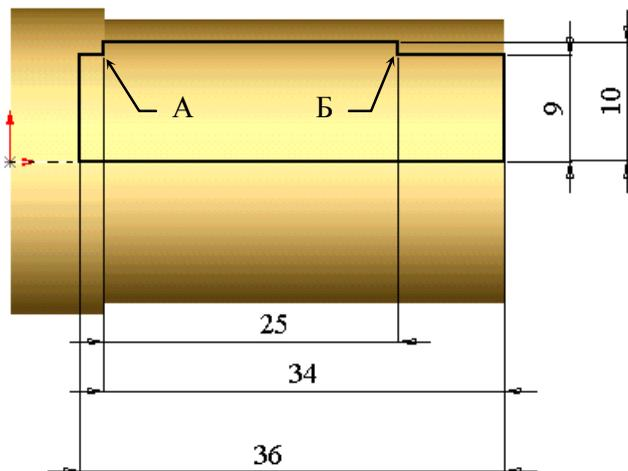

Рис. 3.3
4. Используя инструменты  ,  и  , изобразить замкнутый контур (рис. 3.3).